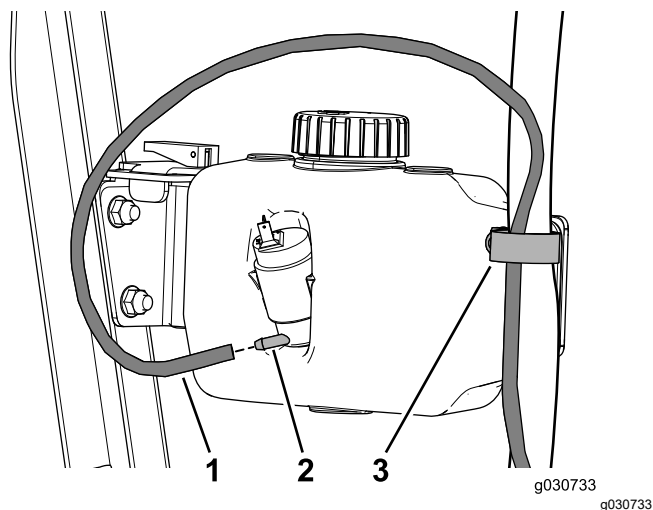

Figura 48
- Enrute la manguera a través de la abrazadera en R y conéctela al depósito del lavaparabrisas (Figura 48).